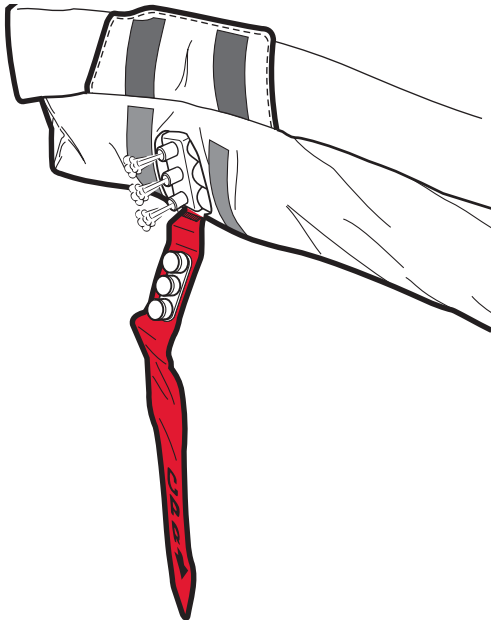

Figure 15
4. L'air s'échappe rapidement du matelas. Voir fig. 15.